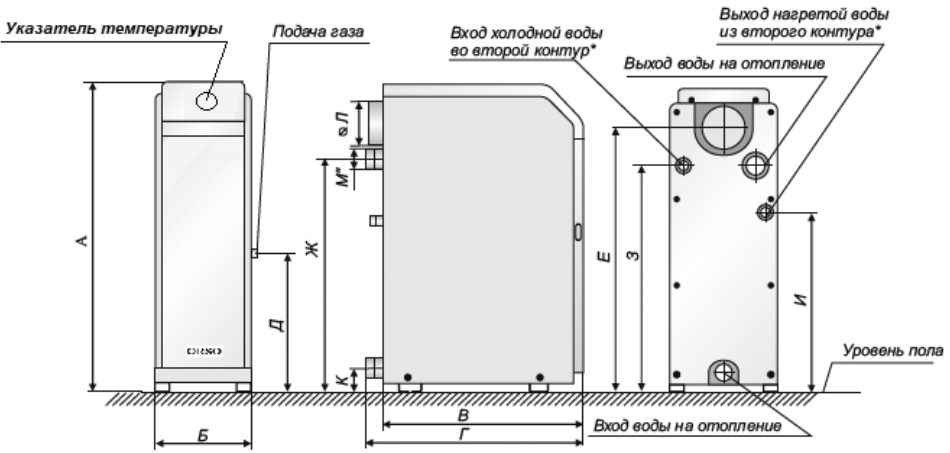
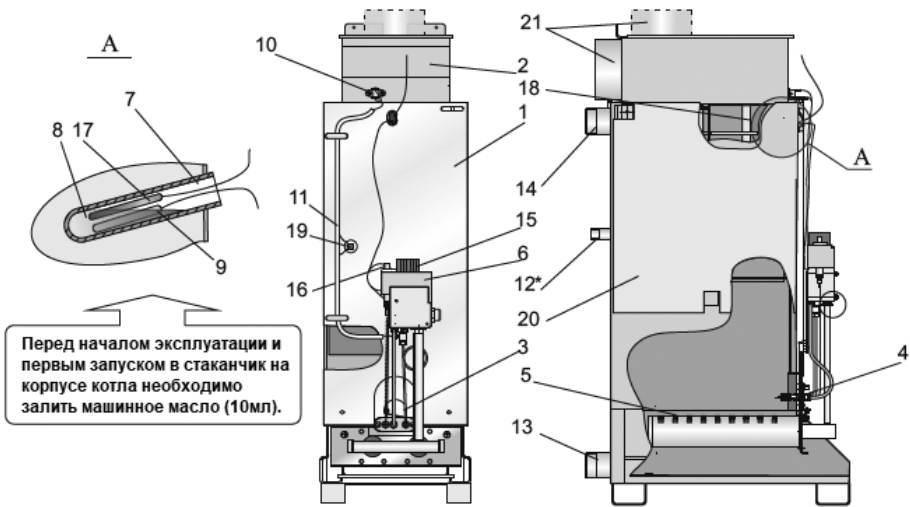

Рис. 1. Общий вид котла «DAKOR»
Рис. 2. Схема конструкции котла «DAKOR»
### 5.1. Котёл (рис.1) выполнен в виде напольного шкафа прямоугольной формы, лицевая сторона которого закрыта дверкой, обеспечивающей доступ для запуска котла и управления его работой.
Котёл состоит из следующих основных частей: корпуса котла (поз.1 рис.2), который состоит из топки и теплообменника. В теплообменнике котла установлены турбулизаторы (поз. 18) для наиболее полного отбора тепла при сжигании природного газа и передачи его теплоносителю; газохода (поз. 2); горелок: основной (поз.5) и запальной (поз.4); автоматики безопасности с газовым клапаном (поз.6); патрубков подвода (поз.13) и отвода теплоносителя (поз.14). В котлах с встроенным водонагревателем предусмотрены присоединительные патрубки (поз.12). На лицевой части корпуса котла расположено смотровое окно (поз.3) для контроля за розжигом и работой котла. В стаканчик (поз.7) установлен баллон указателя температуры (поз.17) и термобаллон (поз.9) газового клапана, служащий для управления его работой. Термостат (датчик тяги) (поз.10) служит для обеспечения его безопасной работы. Для наиболее полного отбора тепла снаружи корпус котла покрыт теплоизоляцией и декоративным стальным кожухом, покрытым порошковой эмалью. В верхней части кожуха котла установлен указатель температуры для контроля температуры воды в котле, (рис. 1).
- 6.8. При установке котла в систему отопления с открытым расширительным сосудом установка датчика перегрева (п.19, рис.2) не требуется, при условии, что отказ термостата управления не вызывает опасную ситуацию для пользователя или повреждение котла (ГОСТ Р 51733-2001).
**Перед началом работы автоматики и запуском котла необходимо проверить наличие машинного масла в стакане корпуса котла(поз.7 рис.2)!!!**
Для включения основной газовой горелки плавно поверните рукоятку управления против часовой стрелки до положения 1...7 (рис.7 б). Максимальная температура теплоносителя соответствует цифре 7 на рукоятке управления. Температуру контролируйте по указателю температуры (рис.1), регулировку температуры теплоносителя (воды) осуществляет термостат газового клапана через термобаллон поз.9, рис.2, вставленный в стаканчик корпуса котла поз.7, рис.2.